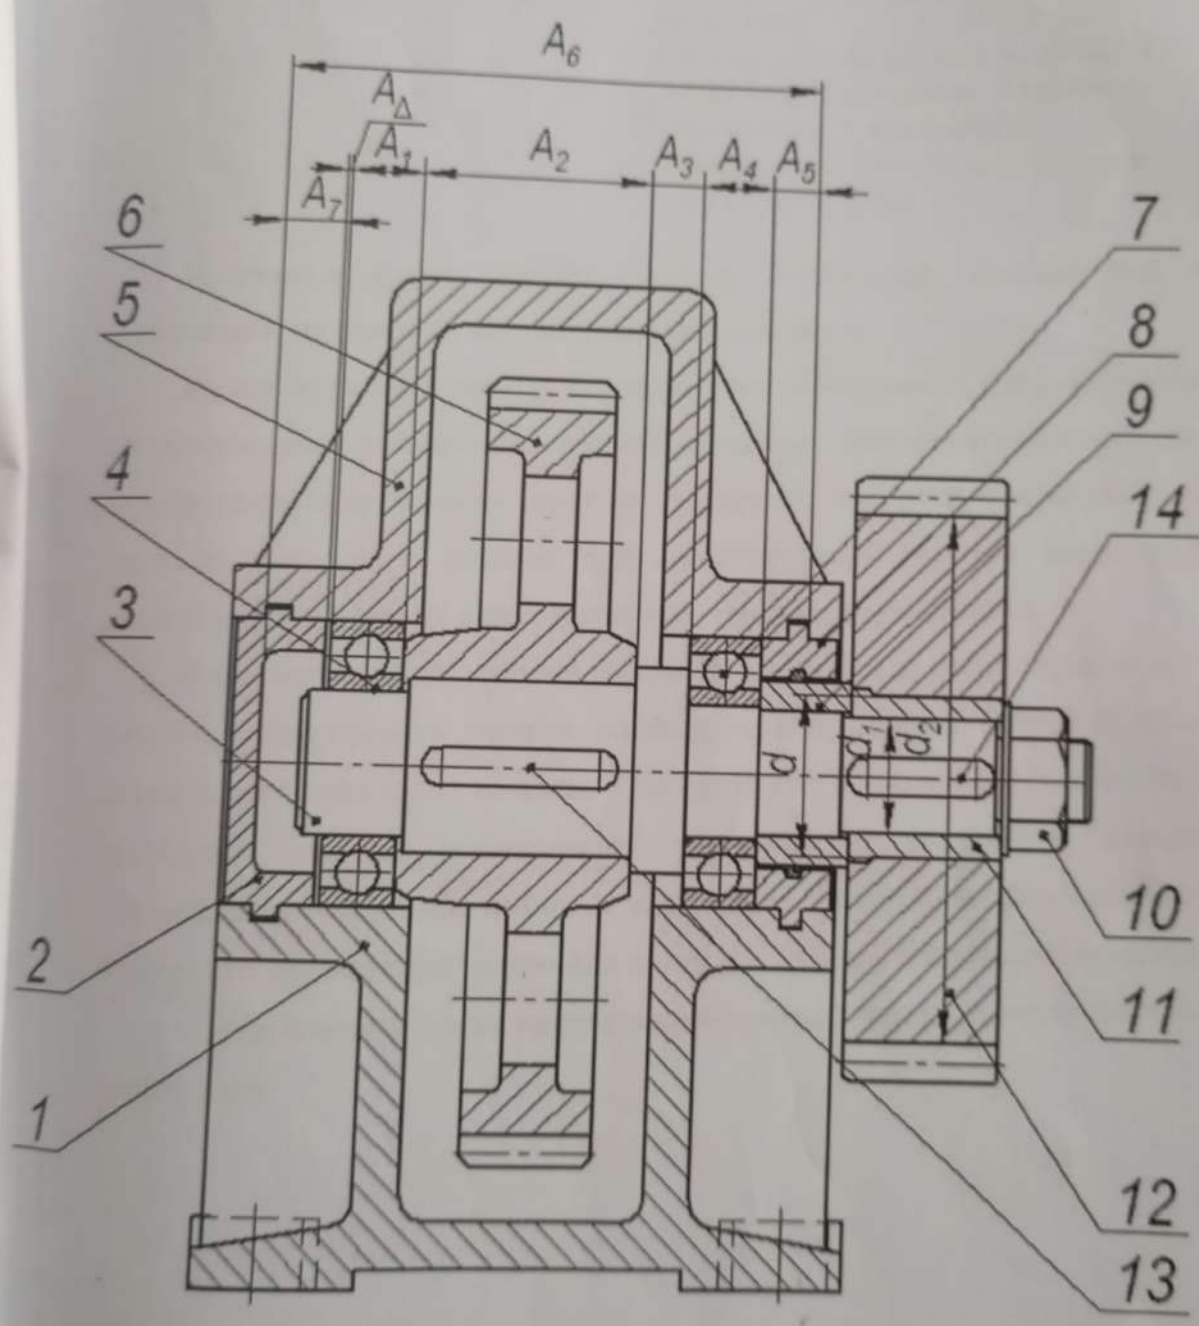

Рисунок 1 – Редуктор
1. Описание работы узла редуктора (рисунок 1).